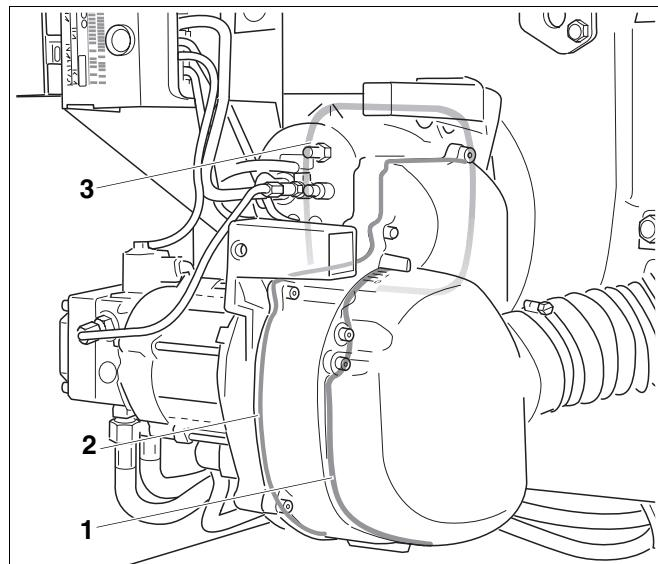

Рис. 33 Дополнительное уплотнение Logatop SE RLU
- плоское уплотнение фланца горелки (рис. 33, **поз. 3**)
- уплотнение шумоглушителя (рис. 33, **поз. 1**)
- уплотнение основания корпуса круглым шнуром (рис. 33, **поз. 2**).